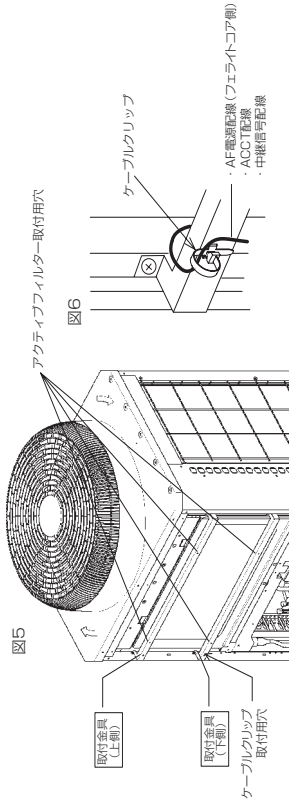

図6
- (1) 取付金具 (上側) のツメをユニットの角穴に引掛け、付属のネジを2カ所ネジ止める。
- (2) 取付金具 (上側) のアクティブフィルタ取付用穴 (2カ所) に付属のネジを仮止める。
- (3) 取付金具 (下側) のツメをユニットの角穴に引掛け、付属のネジで2カ所ネジ止める。
- このとき、4. (2) で引き出したAF電源配線 (フェライトコア側)、ACCT配線、中継信号配線が図6に示すところ金具の上側となるようにすること。
- (4) 取付金具 (下側) にケーブルクリップを取付け、AF電源配線 (フェライトコア側)、ACCT配線、中継信号配線を仮結束する。[図6]